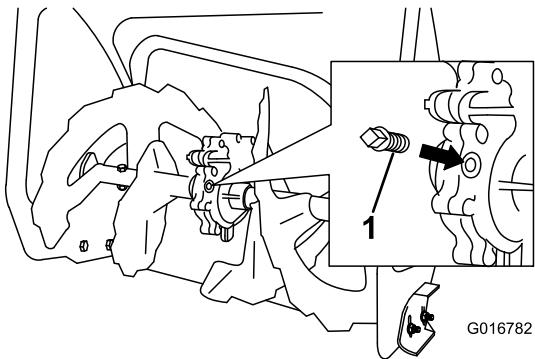

Figure 47
2. Nettoyez la surface autour du bouchon de tuyau (Figure 47).